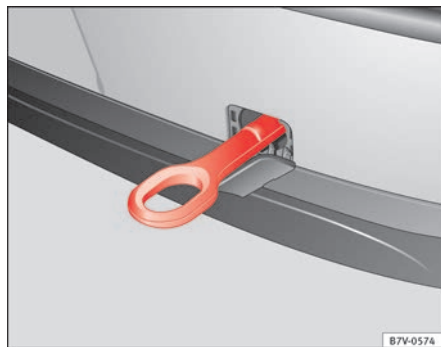

Fig. 219 No pára-choques traseiro, no lado direito: argola de reboque enroscada.
O alojamento para a argola de reboque enroscável encontra-se na parte direita do pára-choques traseiro ⇒ Fig. 219. Em *veículos com dispositivo de reboque montado de fábrica*, atrás da cobertura não se encontra **nenhum** alojamento para enroscar a argola de reboque. Para rebocar, montar e utilizar a rótula ⇒ Página 242, ⇒ ①.